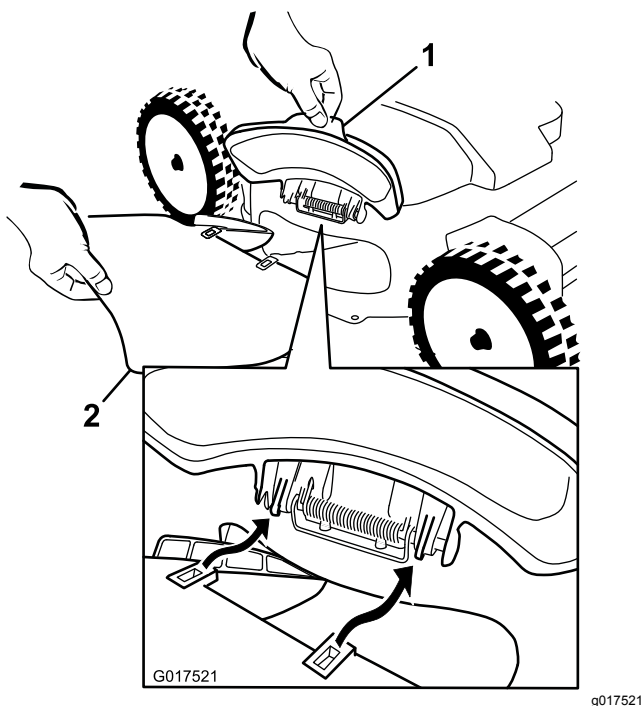
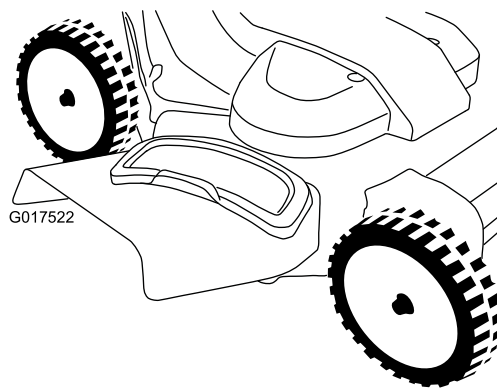

Рисунок 27
Рисунок 28
1. Поднимите боковую выпускную дверцу, чтобы открыть ее (Рисунок 27).
2. Установите желоб для бокового выброса, как показано на Рисунок 27 и Рисунок 28, и закройте дверцу на желобе.